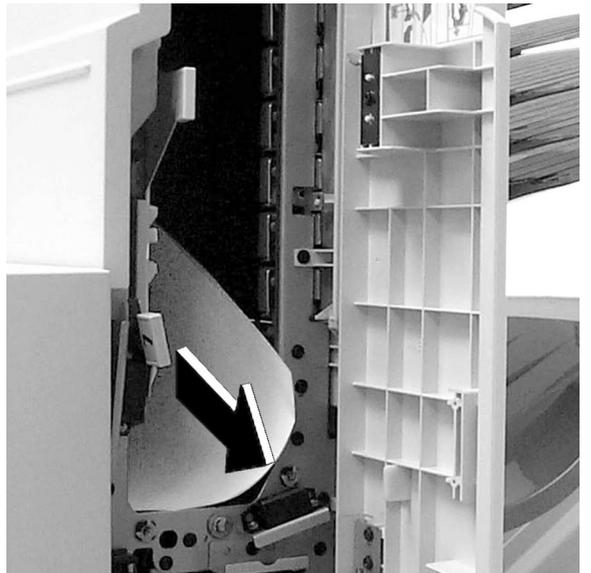

Abbildung 15: Papier aus Bereich 7 entfernen
- 3 Das gestaute Papier entfernen (Abbildung 15).